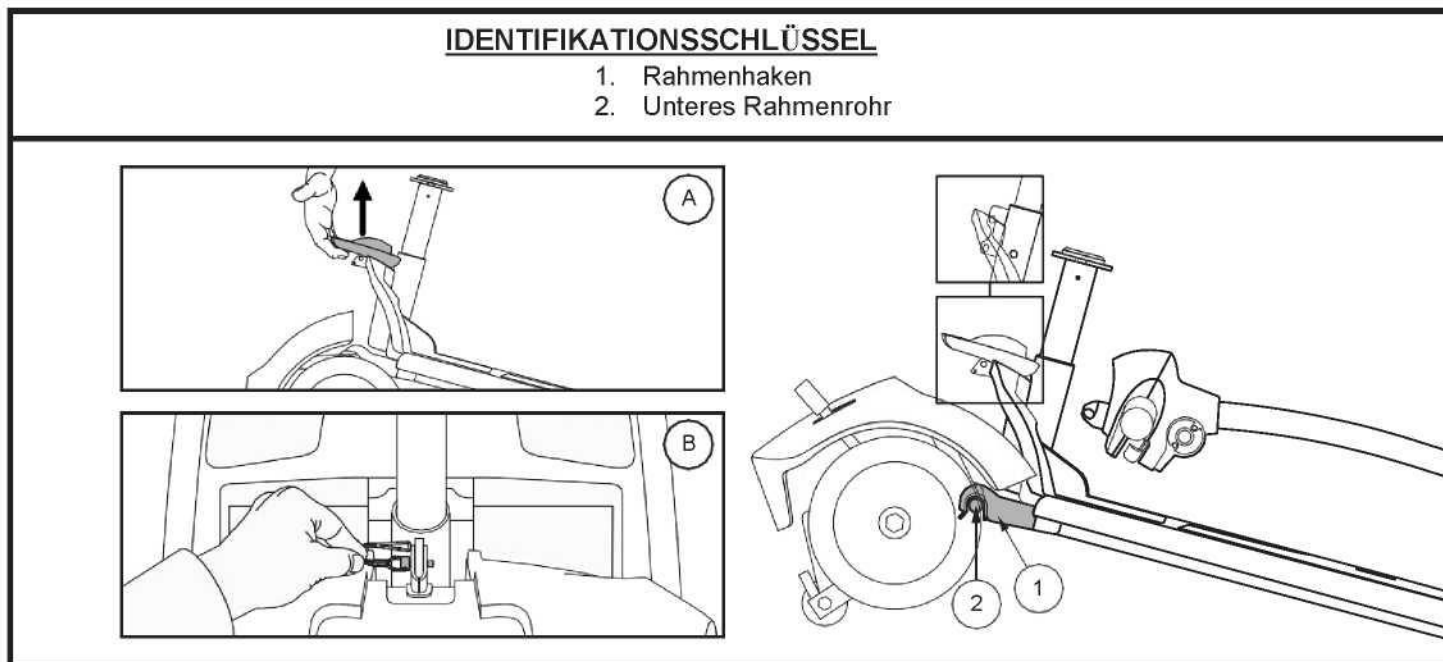

Abbildung 33. Rahmen-Entriegelungshebel (Variante A) und Rahmenentriegelung mit Sicherungsstift (Variante B)
3. Trennen Sie nun die beiden Teile des Reisemobiles langsam voneinander. **Siehe Abbildung 33.**
HINWEIS: Kippen Sie vor der Montage den hinteren Teil des Reisemobiles leicht nach hinten auf die Anti-Kipp-Räder, wie in Abbildung 33 gezeigt.
1. Verwenden Sie den Entriegelungshebel des Rahmens, um den vorderen Teil anzuheben, während Sie die Rahmenhaken des vorderen Teils auf das untere Rahmenrohr des hinteren Teils ausrichten. **Siehe Abbildung 33.**